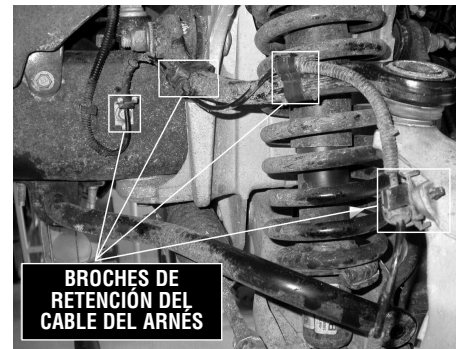

FIGURA 1
6. Si el vehículo es equipado con sistema anti-impacto de bolsas de aire (ABS) desconectar el cable de conexión del arnés de seguridad desde el brazo o barra superior de control y de el marco (VER LA FIGURA 1).
21. Re-conectar la conexión del arnés del sistema ABS (bolsas de aire anti impacto) si así estuviera equipado a la parte superior de la barra de control o brazo de control y al marco del vehículo (VER FIGURA 1).
23. Instalar la rueda aplicando un torque de acuerdo a las especificaciones del Equipo Original (OE) y descender el vehículo al piso.